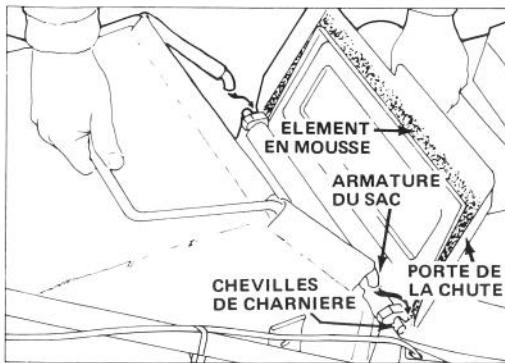

Figure 13
2. POSE DU SAC — Levez la porte de la chute et accrochez l'armature du sac sur les chevilles de charnière (Fig. 13). Laissez le sac reposer sur le carter de la tondeuse par-dessus l'ouverture de la chute. Fermez la porte et veillez à ce qu'elle s'adapte bien sur le haut de l'ouverture du sac.